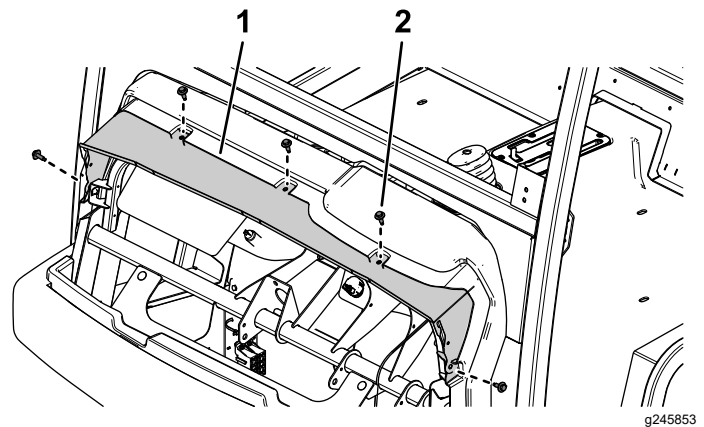

Figura 40
2. Fate scorrere la grondina antiacqua tra il cruscotto della macchina e il sottotelaio e fissatela con i 5 bulloni a testa esagonale rimossi in precedenza (Figura 40).